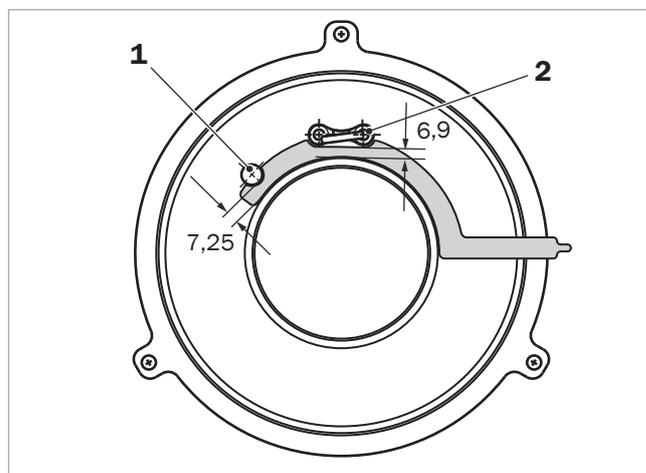

Fig. 41: Distanze degli elettrodi di accensione e di ionizzazione dal vello del bruciatore
- elettrodo di ionizzazione → fig. 41 (1): 7,25 mm
- elettrodo di accensione → fig. 41 (2): 6,9 mm